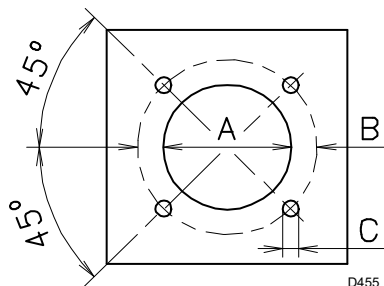

Fig. 6
4.3 Placa da caldeira (Fig. 6)
Furar a placa de fecho da câmara de combustão, tal como está indicado na Fig. 6. A posição dos orifícios roscaados pode ser marcada utilizando a tela térmica fornecida com o queimador.